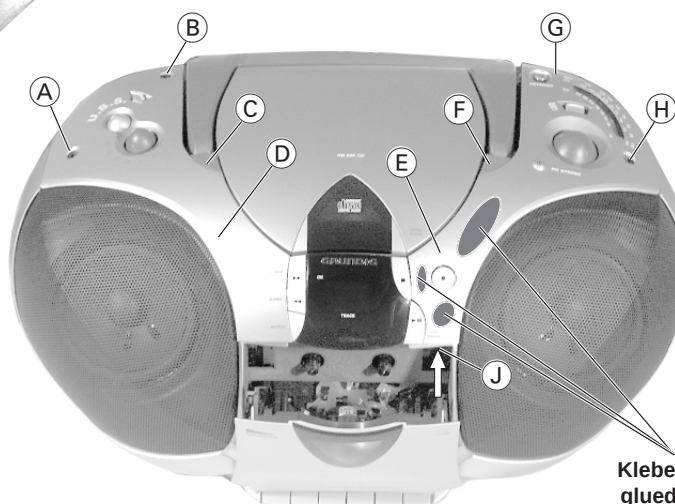

Fig. 1
- Deckel (F) abnehmen und darunter liegende Schraube entfernen (Fig. 1).
- Schraube (H) und (B) herausdrehen (Fig. 1).
- Abdeckung (E) (Fig. 1) abnehmen:
- Remove cover (F) and undo the screw below it (Fig. 1).
- Undo screw (H) and (B) (Fig. 1).
- Remove cover (E) (Fig. 1):
- Schraube **B** herausdrehen (Fig. 1).
- Undo screw **B** (Fig. 1).
- Deckel **C** und **F** abnehmen und darunter liegende Schrauben herausdrehen (Fig. 1).
- Schraube **A** und **H** herausdrehen (Fig. 1).
- Abdeckungen **D** / **D** (Fig. 1 / 14) und **E** / **E** (Fig. 1 / 13) an den Punkten **d** und **e** abhebeln.
- Remove covers **C** and **F** and undo the screws below them (Fig. 1).
- Undo screws **A** and **H** (Fig. 1).
- Lever off the covers **D** / **D** (Fig. 1 / 14) and **E** / **E** (Fig. 1 / 13) at points **d** and **e**.
- Deckel ③ abnehmen und darunter liegende Schraube entfernen (Fig. 1).
- Schraube ① und ② herausdrehen (Fig. 1).
- Abdeckung ④ (Fig. 1) lösen genauso wie unter Pkt. 1 Teil ⑤.
- Remove cover ③ and undo the screw below it (Fig. 1).
- Undo screw ① and ② (Fig. 1).
- Remove cover ④ (Fig. 1) like cover ⑤ as described under point 1.